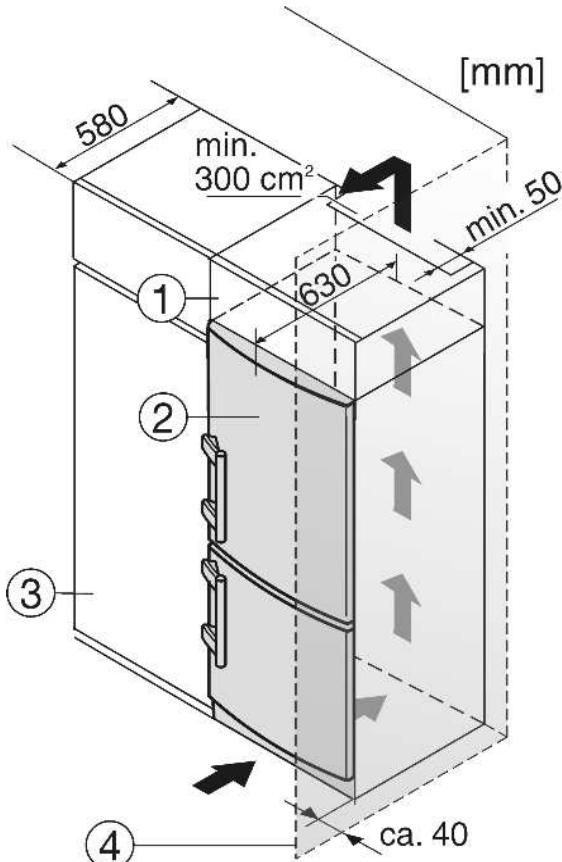

Fig. 13
(1) Дополнительный шкафчик
(2) Устройство
(3) Кухонный шкаф
(4) Стенка
Устройство может быть окружено предметами кухонной обстановки. Чтобы уравнять устройство Fig. 13 (2) по высоте с кухонной стенкой, можно установить над устройством соответствующий дополнительный шкафчик Fig. 13 (1).
При комбинировании с обычными кухонными шкафами (глубина макс. 580 мм) устройство можно установить непосредственно рядом с кухонным шкафом Fig. 13 (3). Дверь устройства выступает по сторонам на 34 мм и по центру устройства на 50 мм относительно передней стены кухонного шкафа. Поэтому ее можно свободно открывать и закрывать.
Если устройство установлено на шарнирах у стены Fig. 13 (4), то расстояние между устройством и стеной должно быть не менее 40 мм. Настолько выступает ручка при открытой дверце.